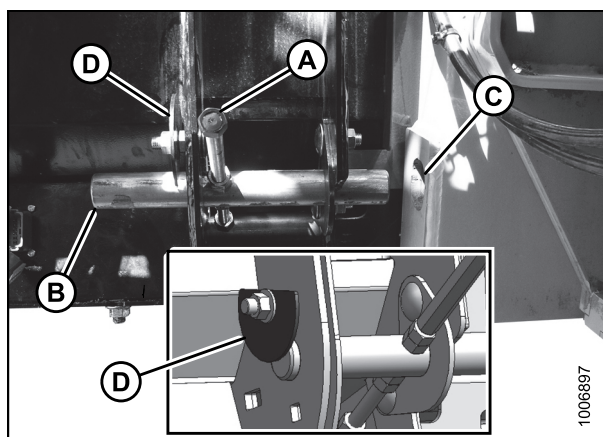

Рисунок 3.58: Блокировка наклонной камеры
- Передвиньте верхнюю балку (А) на расстояние, определенное в шаге 7., страница 59, чтобы совместить стопорный штифт с гнездом наклонной камеры. См. рис. 3.58: *Блокировка наклонной камеры, страница 59.*